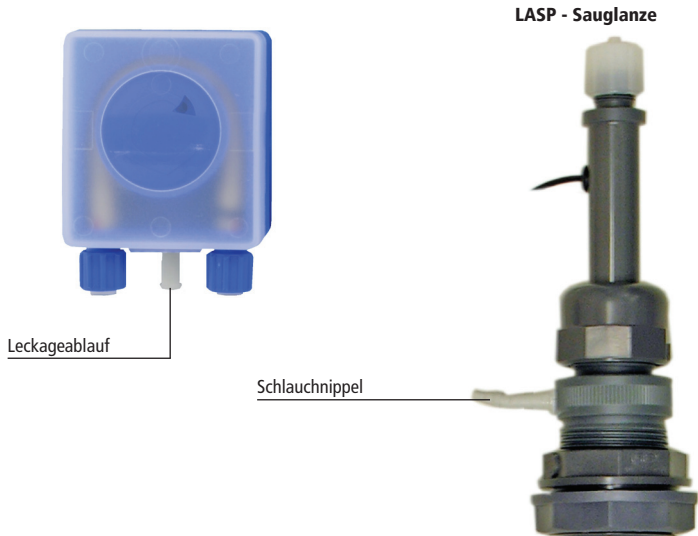

Abb. 3.3 Leckageablauf
- Sind im Lieferumfang LASP - Saugglanzen enthalten, dann stülpen Sie das andere Ende des Schlauches auf den seitlichen Schlauchnippel der Saugglanze (Abb. 3.3)